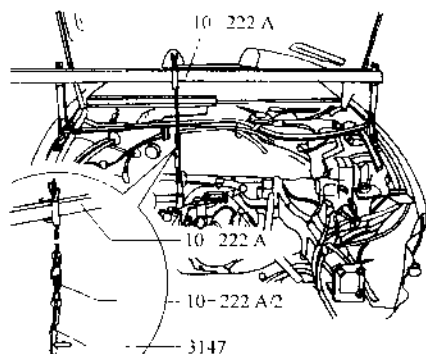

图 2-13 固定支撑工具
(30) 如图 2-13 所示, 将支撑工具 10-222A 固定在车身两侧。将辅助吊钩 10-222A 2 安装在支撑工具上, 把自动变速器吊钩 3147 挂在变速器壳体上的螺栓孔上。安装钩子, 以保证发动机吊起时的平衡。